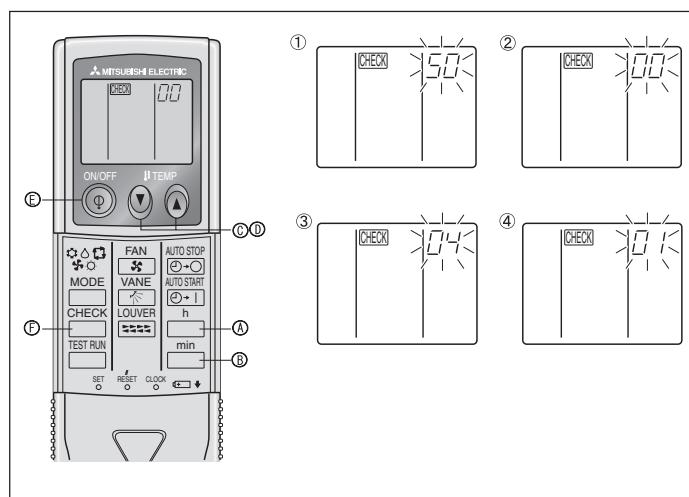

Fig. 6-10
- Tryk på MODE knappen ⑨. Funktions- og indstilingsnumrene (1) og (2) vil nu være tændt konstant. Indstillingen kan bekræftes.
- Tryk samtidig på knapperne FILTER ① og TEST RUN ② i mindst 2 sekunder. Funktionsvalgsskærmen forsvinder midlertidigt, og displayet aircondition OFF vises.
2) Trådløs fjernstyring (Fig. 6-10)